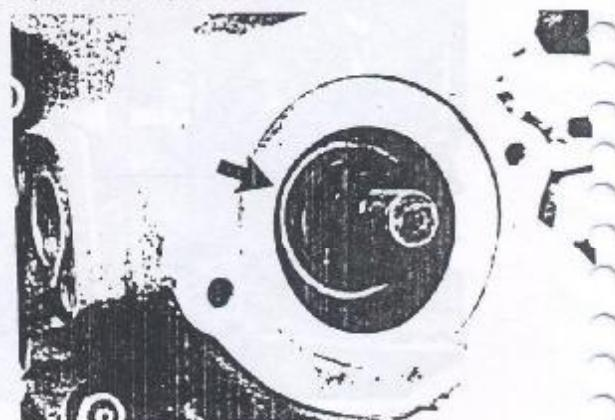

Figura 1.21.6 - Gaxeta da bomba d'água.
8. Caso haja necessidade de substituição da gaxeta da bomba d'água, removê-la de seu alojamento na tampa da distribuição (Figura 1.21.6).